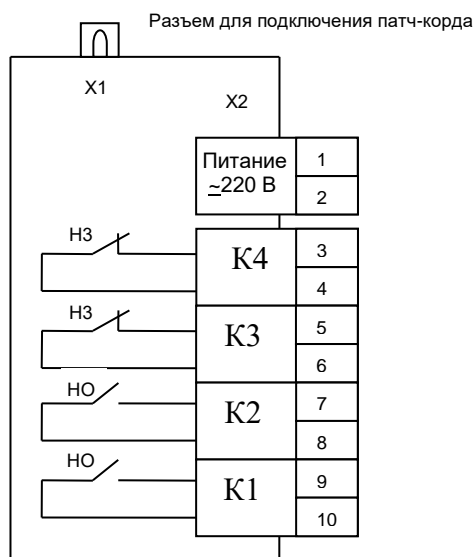

Рисунок 24
5.4.8.4 Назначение выходных реле, рисунок 24: